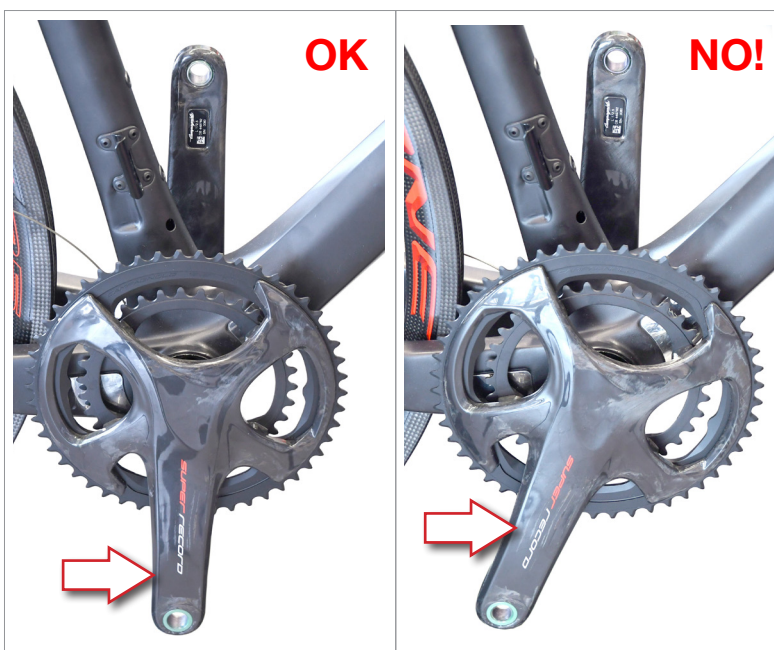

Abb.6
- Stellen Sie sicher, dass die Tretkurbeln korrekt ausgerichtet sind (Abb. 6).